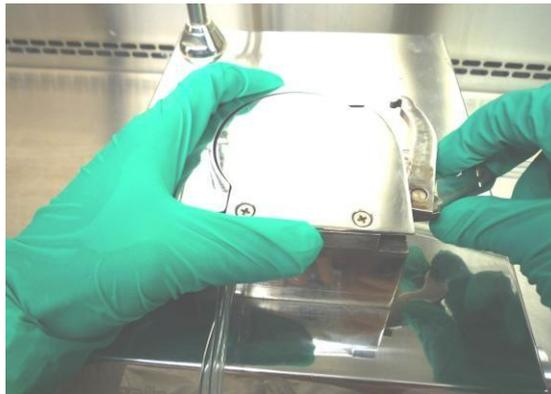

图 8
- 1.2.5. 然后使用右手握住蠕动泵泵头，左手将钩挪出泵头范围后推动手柄向前（图 8）。